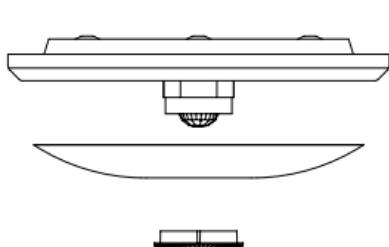

Fig. 1
- Desurubati piulita centrala a plafonierei cu senzor (fig. 1).